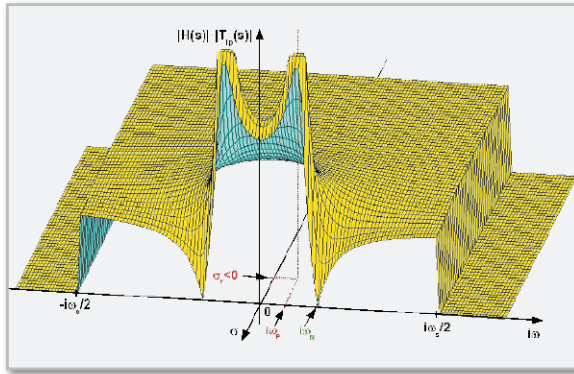
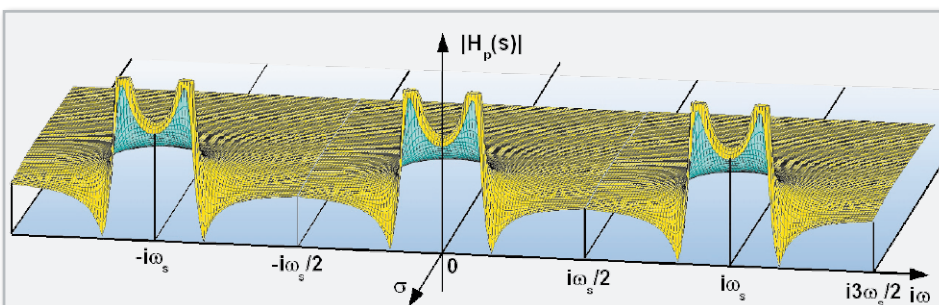

Bild 70: Das Spektrum einer biquadratischen kontinuierlichen Übertragungsfunktion muss bei $\pm i\omega_s/2$ bandbegrenzt werden, um Alias-Effekte zu vermeiden.
Bild 71: Durch die Abtastung mit ω_s wiederholt sich das Abtastspektrum periodisch in ω_s .
Wir können das an einem Beispiel veranschaulichen. Angenommen, wir haben eine kontinuierliche Zeitfunktion $x(t)$, deren Laplacetransformierte $X(s)$ durch einen idealen Tiefpass mit der Grenzfrequenz $\omega_s/2$ bandbegrenzt wird. Abbildung 70 zeigt ihren Betrag. Wir sehen zwei Pole bei $\sigma < 0$ und $\pm i\omega_p$. Die Nullstellen liegen auf der imaginären Achse ($\sigma = 0$) bei $\pm i\omega_n$. Die zum bandbegrenzten Spektrum gehörende Zeitfunktion $x^*(t)$ können wir nun ohne Aliaseffekte mit ω_s abtasten. Wir erhalten die Wertefolge $x^*(n)$, die wir der Laplace-transformation unterwerfen. Das Ergebnis nach Betragsbildung $|H_p(s)|$ ist wie erwartet periodisch (Abbildung 71). Die Schnittkontur bei $\sigma = 0$ bildet den Betragsfrequenzgang für $s = i\omega$ (natürliche Frequenzen) ab.
An einem weiteren Beispiel wollen wir die Auswirkungen der Transformation einer im s -Bereich gegebenen komplexen Übertragungsfunktion $H(s) = U_2(s)/U_1(s)$ in den z -Bereich studieren. Wir gehen davon aus, dass das zugrunde liegende System linear und zeitinvariant ist (LTI-System). Dann lässt sich seine Übertragungsfunktion als Quotient zweier Polynome in s (Zählergrad \leq Nennergrad) darstellen. Abbildung 70 stellt den Betrag einer solchen Übertragungsfunktion mit Bandbegrenzung bei $\pm i\omega_s/2$ dar. Die Übertragungsfunktion mit der Variablen s zeigt Gleichung (111).